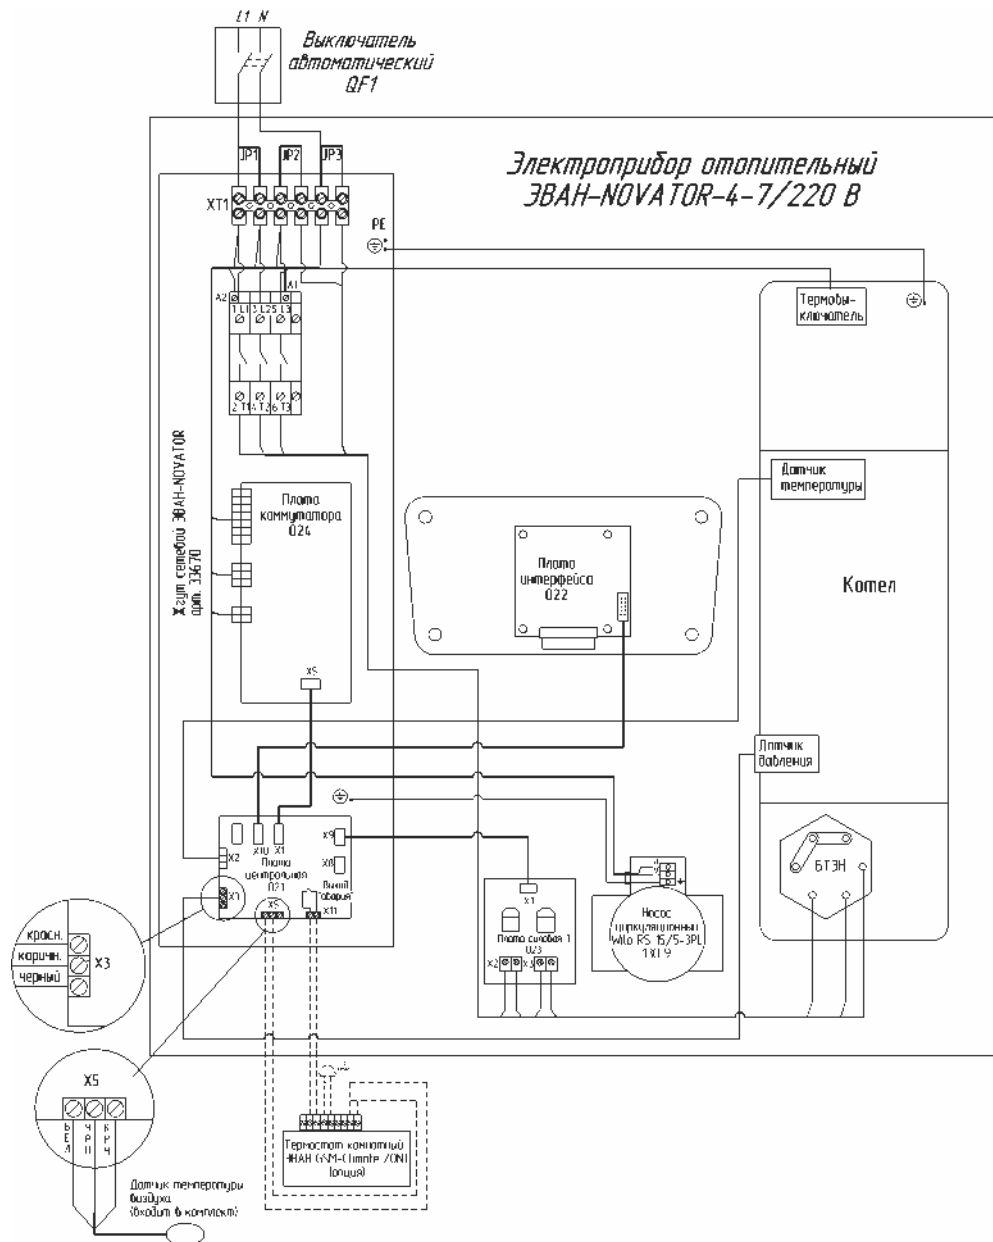

Рисунок 6 Схема подключения ЭВАН NOVATOR -4-7/ 220 В
6.1.13 Подключение силового кабеля, шнура датчиков температуры воздуха и прочих устройств производится согласно ПУЭ и ППБ. Подключение прибора к электрической сети производится по схемам рис. 6–10 только через внешний автоматический выключатель с номинальным током (In) указанным в таблице 2.